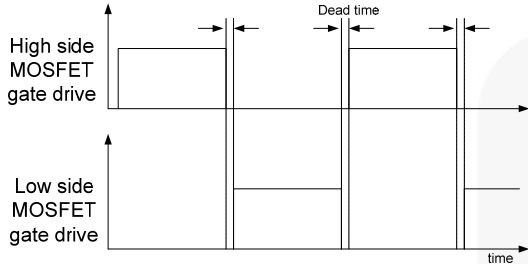

图 15. MOSFET 栅极驱动信号
1. 基本工作: FAN7621S 设计为驱动高侧和低侧 MOSFET，各占 50% 占空比。在连续转换间引入了固定死区时间 350ns，如图 15 所示。